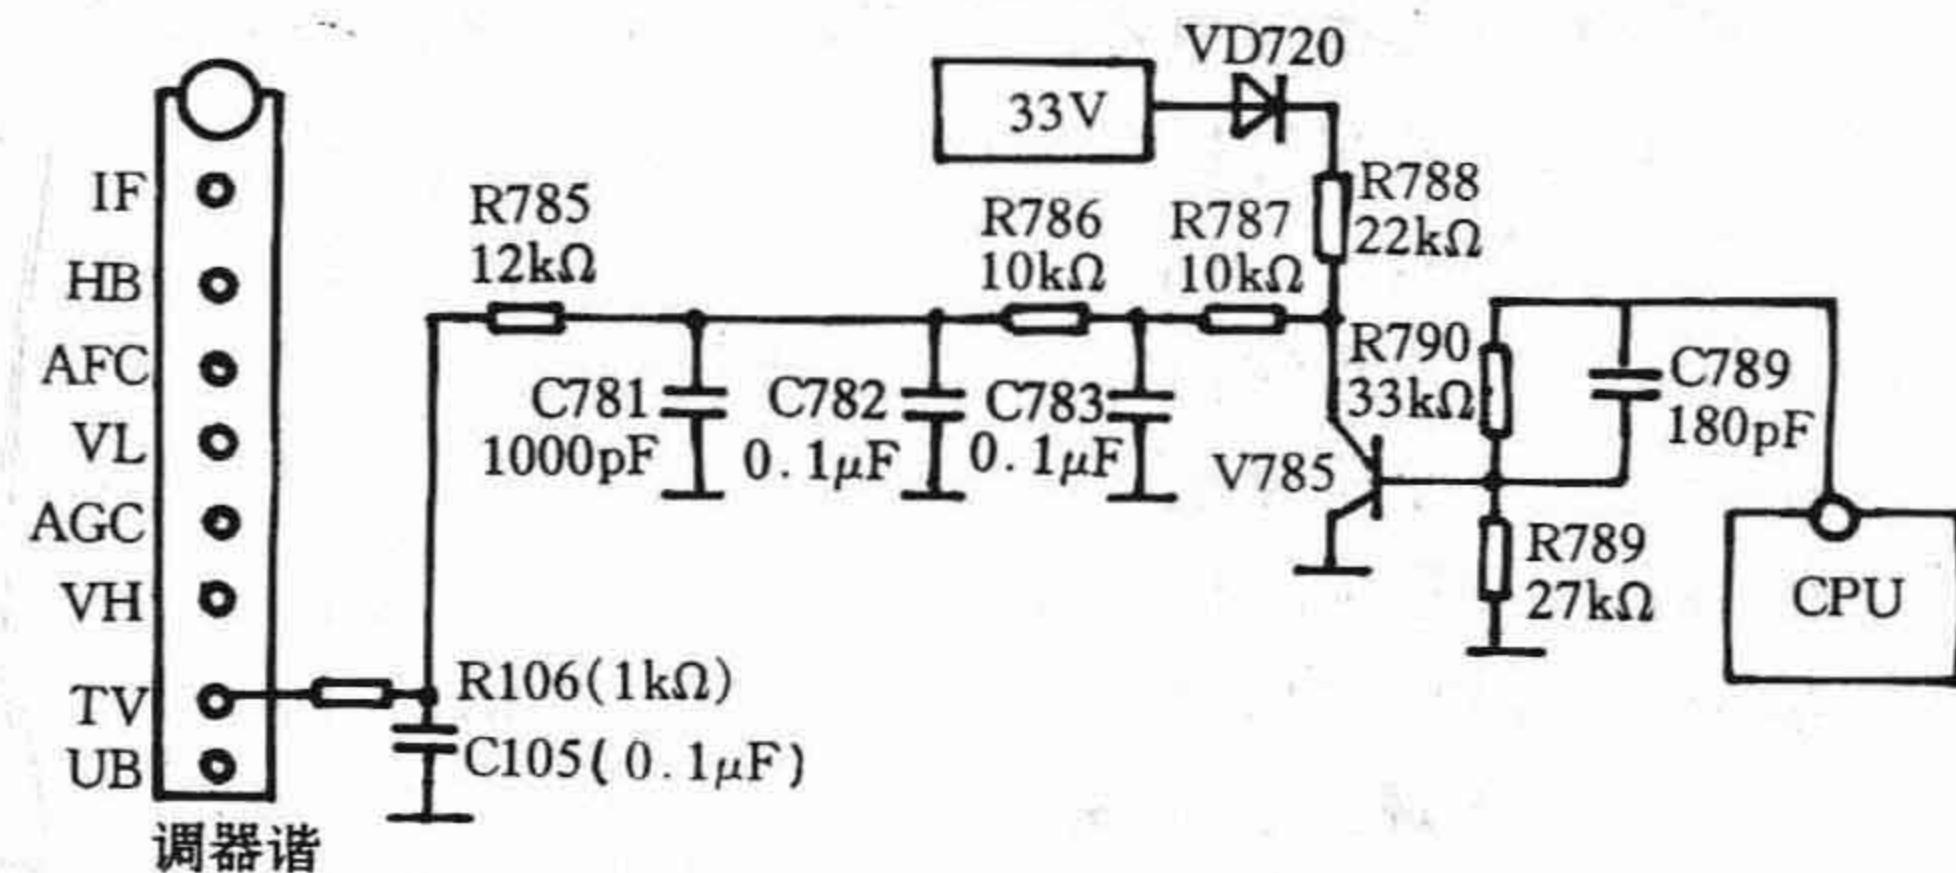

图1 海信TC2519M彩电调谐电路原理图
(1) 因为手中无该机图纸,决定先从容易查找的高频头TV脚开始从前向后查起。首先发现在高频头TV脚外连的两元件R106(1kΩ)和C105(0.1μF),可是再往后查去是条细长的敷铜箔线(即印刷线路),又细又密,查找进展有困难;(2)为了给检查工作提供形象思路,决定找出几份别的机型图纸做参考,结果发现NEC FS—21W Z02彩电图纸的调谐电压供电电路与该机完全一致。这部分电路如图1所示,按照图纸,由